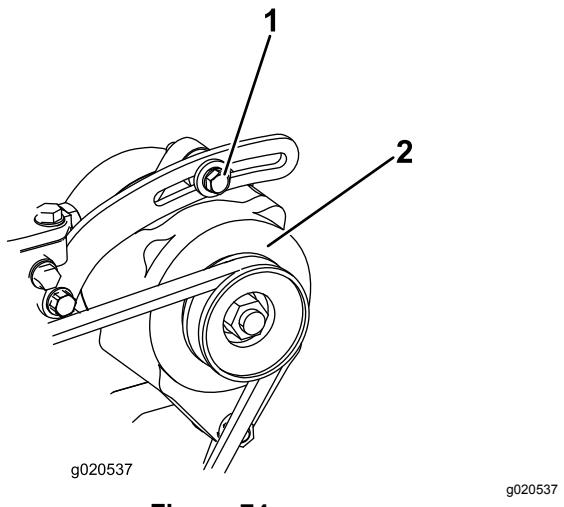

Figura 74
- Se a deslocação obtida não for igual a 10 mm, deve desapertar os parafusos de montagem do alternador (**Figura 74**). Aumente ou diminua a tensão da correia do alternador e aperte os parafusos. Verifique uma vez mais a deslocação da correia para se certificar de que a tensão está correta.